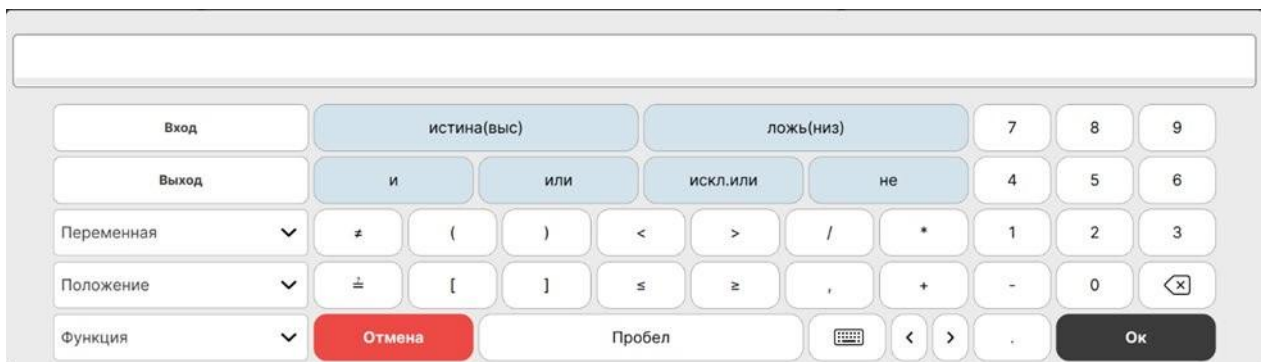

Рисунок 118 – Клавиатура ввода логических выражений.
Для ввода и обозначения переменных по выражению в функции «Присвоение» используется всплывающая клавиатура (Рисунок 118), адаптированная для составления логических выражений.
- На клавиатуре (Рисунок 118) нажмем на клавишу «Переменная» и из выпавшего списка выберем var_0.